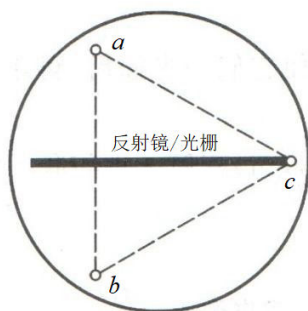
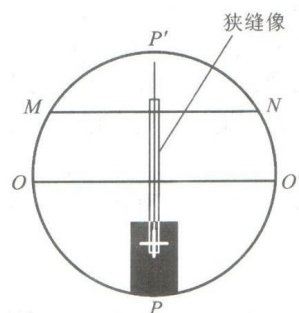

图 12 载物台上光栅的放置方法
图 13 望远镜目镜中的图样
4) 调节光栅平面与平行光管光轴垂直。调节方法是：先用低压汞灯把平行光管的狭缝照亮，使望远镜目镜中分划板中心垂直线对准狭缝像。然后固定望远镜。把光栅放置在载物台上（如图 12），根据目测使光栅平面垂直平分 ab 连线，而 c 应在光栅平面内，并使光栅平面大致垂直于望远镜。再用自准直法调节载物台，直到从光栅平面反射镜反射回来的绿“+”字像与分划板 MN 线中心重合。此时光栅平面与望远镜光轴垂直。在望远镜中看到如图 13 所示后立刻固定游标盘。（只需对光栅的一面进行以上调节，不再把光栅转 180° 进行调节。）
- 2) 光栅调节中，放置光栅要求光栅平面垂直平分 ab 连线（见图12），这是为什么？如果光栅平面仅仅与 ab 连线垂直，但是并不平分 ab 连线，是否可以？为什么？